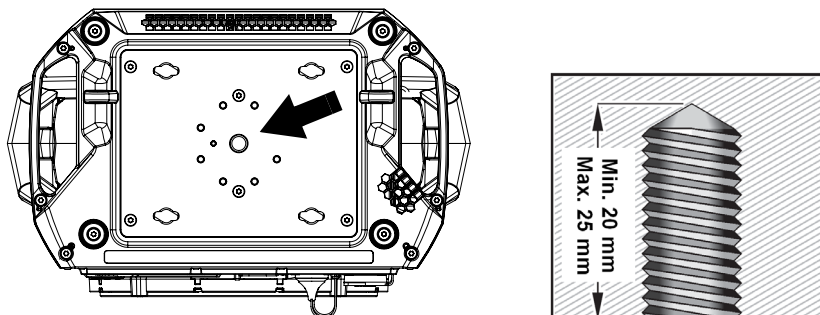

Figure 6. Vis M12 pour suspension avec un collier unique.
- Procurez-vous un collier et une vis M12 adaptés. Voir Figure 6. Lorsque la vis est fermement serrée sur le collier et dans le pas de vis au centre de l'appareil, elle doit pénétrer d'un **minimum de 20 et d'un maximum de 25 mm (min 0.8 / max 1 inch)** dans la base. Passez la vis dans le collier et vérifiez la longueur restante. Cette longueur doit être dans les limites minimales et maximales. Si ce n'est pas le cas, changez de vis et procurez-vous une vis aux bonnes dimensions.
- Voir Figure 6. Appliquez un peu de Loctite 243 ou un frein filet similaire puis passez la vis dans le collier de suspension et vissez-la dans le filetage au centre de la base de l'appareil. Alignez le collier pour que l'appareil soit correctement orienté lorsqu'il sera suspendu à la structure. Vissez le collier fermement sur la base de l'appareil.